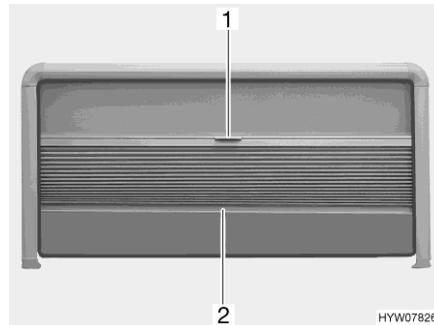

Fig. 47 Tendina oscurante pieghevole e zanzariera a rullo (finestra apribile)
- Afferrare la tendina oscurante pieghevole al centro dell'asta di chiusura (Fig. 47,2) e tirare delicatamente verso il basso.
- Tenere la parte centrale dell'asta di chiusura (Fig. 47,2) della tendina oscurante pieghevole e spingere quest'ultima verso l'alto con cautela.
- Tirare la zanzariera a rullo verso il basso utilizzando la maniglia (Fig. 47,1).
- Spingere la zanzariera a rullo completamente verso l'alto utilizzando la maniglia (Fig. 47,1).